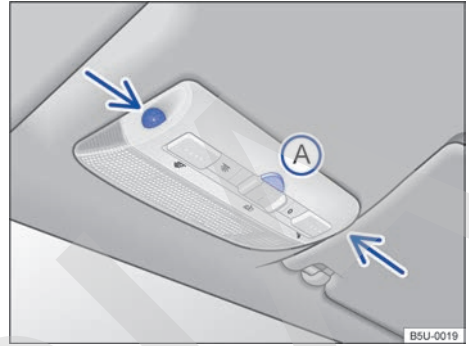

Fig. 59 En la consola del techo: sensores de vigilancia del habitáculo y tecla **(A)** para desconectar la vigilancia del habitáculo.
La vigilancia del habitáculo dispara la alarma con el vehículo bloqueado, si reconoce movimientos en el interior del vehículo. El sensor y el receptor están ubicados en el conjunto de la luz de lectura → **fig. 59** (flechas).
- Presionar la tecla → **fig. 59 (A)**. En el panel de instrumentos se enciende la luz de control **(A)**.